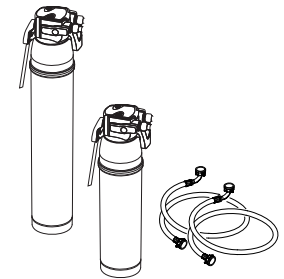

Abb.3
3.3.1 Wasseraufbereitung (Abb. 3)